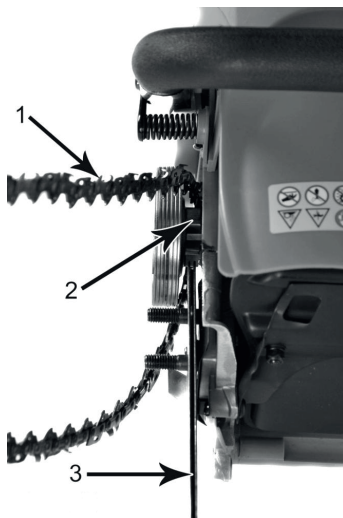

Рисунок 5
- Наденьте цепь (1) на ведущую звездочку (2) позади муфты сцепления. Убедитесь, что звенья встали между зубчиками звездочки (Рис. 5).
- Вставьте ведущие звенья в канавку шины (3) и обведите цепь вокруг концевой части шины (Рис.5).